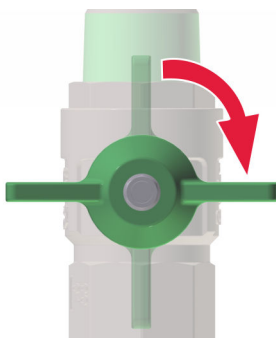

Abb. 34: Hauptabsperrventil schließen
1. ➔ Alle Hauptabsperrventile (Abb. 34) an der Frischwarmwasserstation schließen.